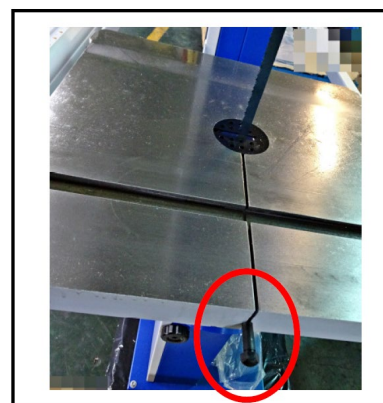

Figure 3
3. Installez l'insert de table. Ensuite, installez le bloc de vis d'écartement de la table, fixez-le avec (1) un écrou M8, (2) une rondelle plate M8 et serrez la vis à capuchon. (Reportez-vous à la Figure 3)